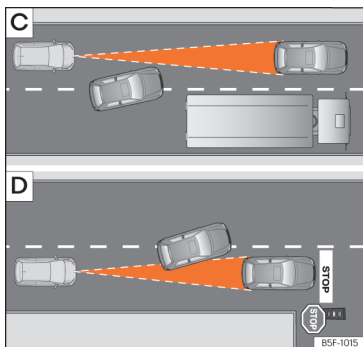

Рис. 144 [C] Інший автомобіль змінює смугу руху. [D] Один автомобіль повертає, інший зупинився.
- Транспортні засоби, які займають вашу смугу занадто близько від вашого автомобіля >>> **рис. 144** [C].
Система АСС не реагує на автомобілі, що зу-пинилися. Якщо, наприклад, виявлений систе-мою автомобіль повертає чи об'їжджає інший нерухомий автомобіль, система не зреагує на цей нерухомий автомобіль >>> **рис. 144** [D].